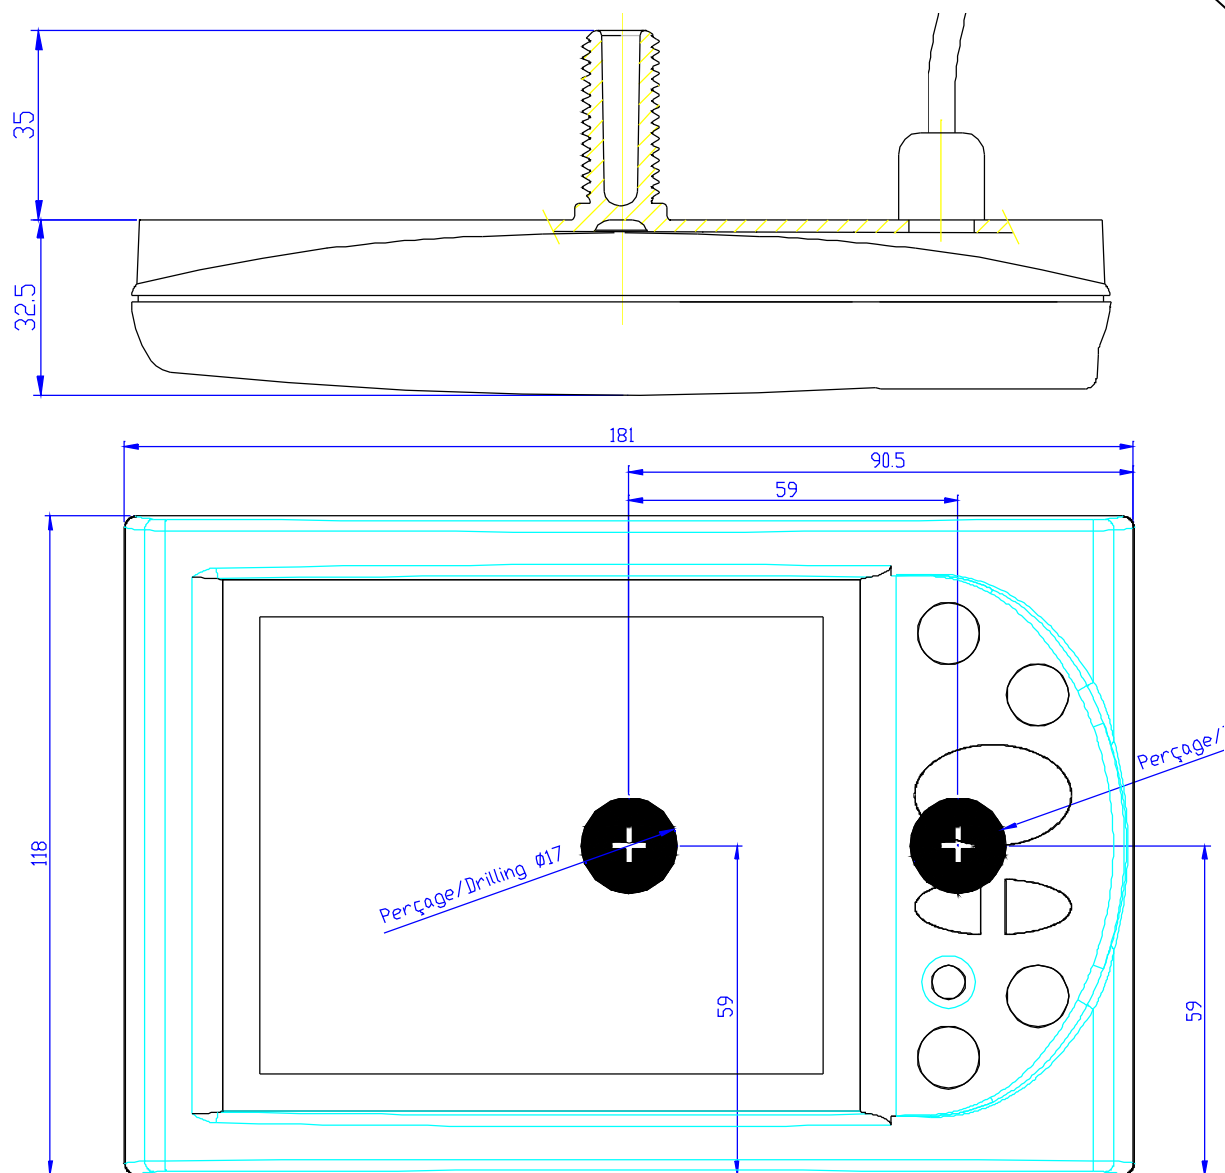

Figura 2
- realice las perforaciones $\varnothing 17$ según el plano de la figura 2,